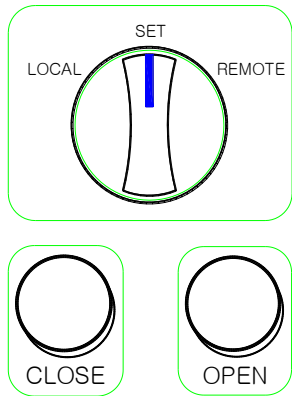

Figure 3.5 [Full Close 설정]
- 1) MHPWS-QNN 를 **Figure 3.5** 과 같이 **Select** 스위치를 **SET MODE** 에 위치한 후 **CLOSE** 버튼을 이용하여 밸브를 Full Close 를 확인한다.